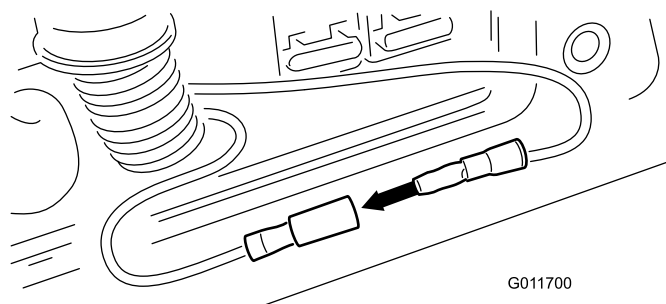

Figura 63
4. Com a chave na posição Off, retire a tampa dos fios do jumper e ligue os fios em conjunto (Figura 63).